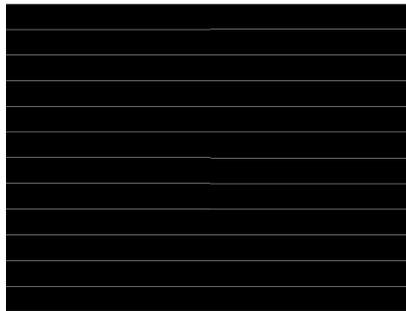

图 3-2. 水平线测试图形示例
7. 水平线图形的颜色使用前景颜色和背景颜色来指定。前景颜色用于水平线，背景颜色用于线条之间的空间。正如表 3-3 中所述，用户指定了前景线宽和背景线宽。用户必须确定每个分辨率显示的线条间距。例如，如果前景线宽为 1，并且背景线宽为 9，则每十行存在一条单像素水平线。图 3-2 展示了一个水平线图形示例。